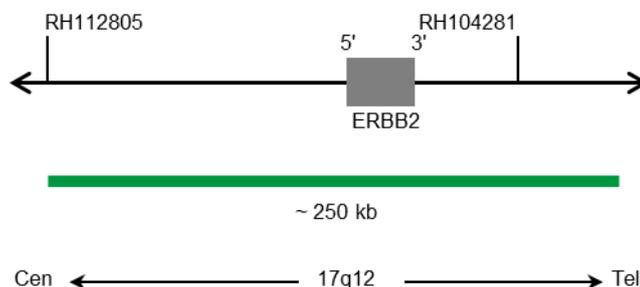

Abb. 1: SPEC ERBB2 Sondenlokalisierung (nicht maßstabsgetreu)
- Digoxigenin-markierten Polynukleotiden (~1.1 ng/μl), die gegen Sequenzen in 17q12* (chr17:37,725,661-37,973,541) gerichtet sind, welche die ERBB2-Genregion enthalten (siehe Abb. 1).